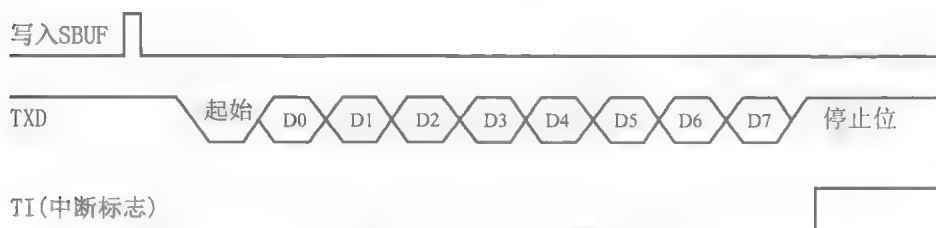

图 11.17 方式 1 发送
- 以方式 1 发送时, 如图 11.17 所示。数据从引脚 TXD 发送, 当数据被写入 SBUF 寄存器后, 由内部硬件自动加入起始位和停止位, 构成一个完整的帧格式, 然后发送器自动开始发送。在发送停止位之前, 由内部硬件让 TI 置 1, 向 CPU 发中断申请, 表示帧发送结束。TI 位必须由软件清 0, 取消此中断申请后, 才能接着发送下一帧数据。